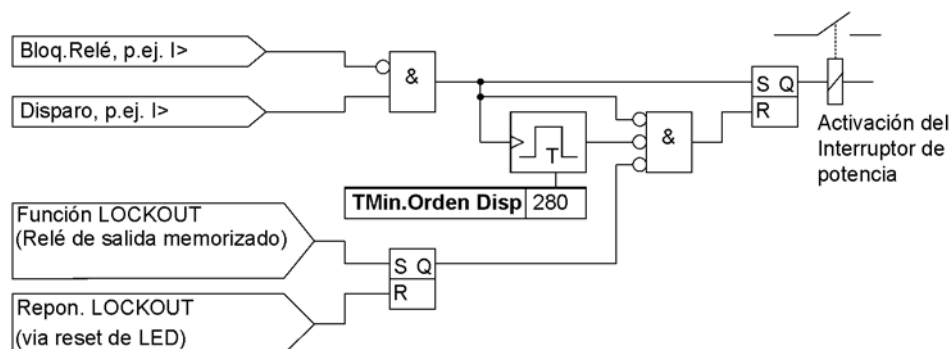

Figura 2-49 Desactivación de la orden de disparo, por ejemplo, para una función de protección
- Una orden de disparo ya establecida queda registrada en memoria (ver figura 2-49). Al mismo tiempo se inicia un tiempo de mínima duración de disparo **TMin.Orden Disp**. Este tiempo debe garantizar que la orden de mando al interruptor permanezca activada durante un tiempo suficientemente largo si la función de protección causante del disparo se desactiva muy rápido. Solamente cuando se haya desactivado la última función de protección (ninguna función en estado de arranque) y haya transcurrido el tiempo de mínima duración de disparo, se pueden desactivar las órdenes de disparo.